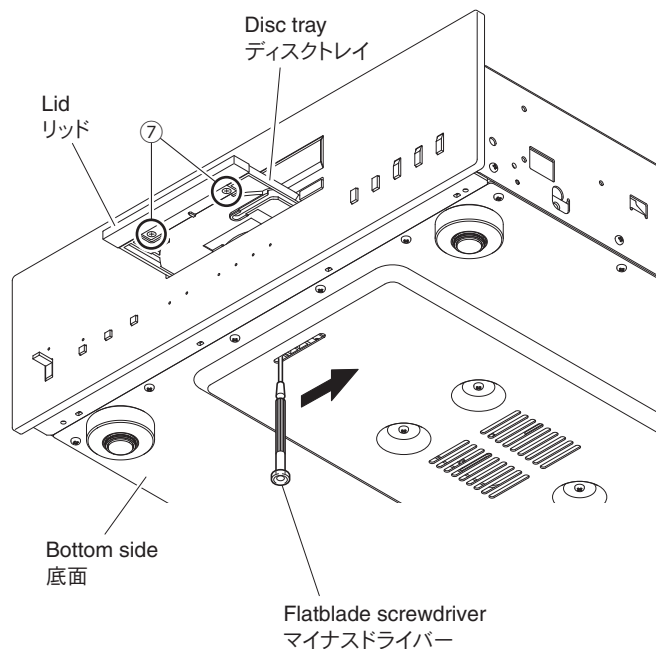

Fig. 2
- Using a flatblade screwdriver, move the slider at the bottom in the direction of the arrow shown below. (Fig. 2)
- Remove 2 screws (⑦) and then remove the lid. (Fig. 2)
- マイナスドライバーで底面のスライダーを下図の矢印の方向に動かします。(Fig. 2)
- ⑦のネジ2本を外し、リッドを外します。(Fig. 2)